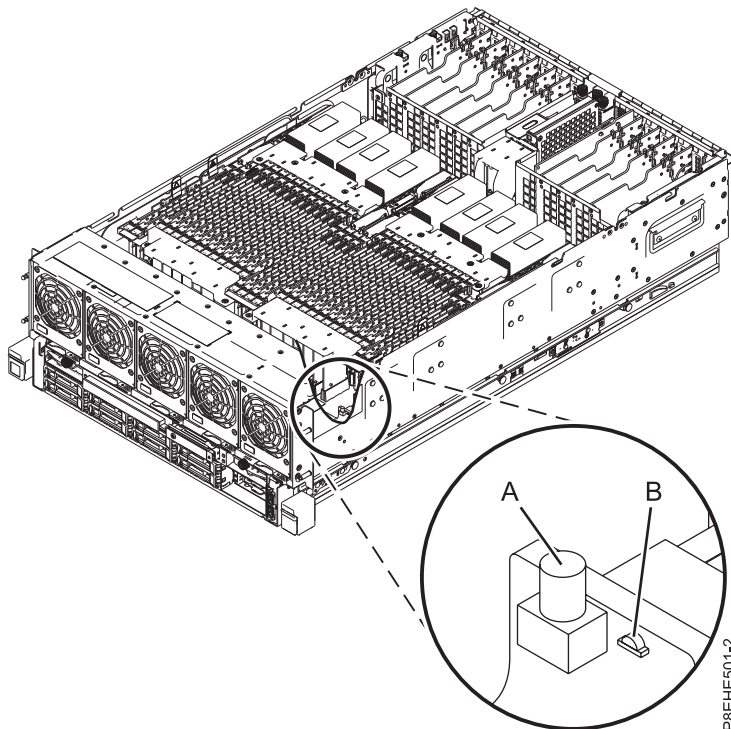

Figura 8. Activación del LED de identificación
2. Presione el pulsador (A) de la placa posterior del sistema, como se indica en la Figura 8 en la página 14, para activar el LED de identificación. Verifique que el LED (B) está encendido, lo que indica que